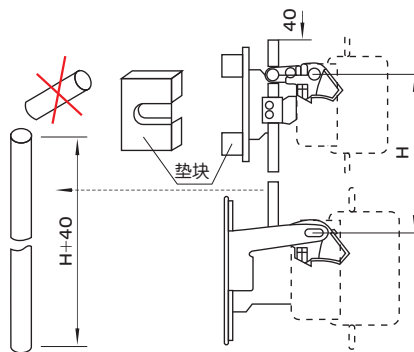

图4 垂直安装的可逆接触器
- a.机械联锁机构和两台CJX2接触器组成联锁产品时，联接板的连接方式(见图3)，可水平安装，也可垂直安装。垂直安装时，电流小的安装在上方。安装后，在连杆长度达到 $H+40$ 时，可截去其上部长出部分(见图4)；
- b.CJX2-115~225和CJX2-265~630及机械联锁机构机构组成垂直安装的联锁产品时，须在CJX2-115~225下加垫块(见图4)。